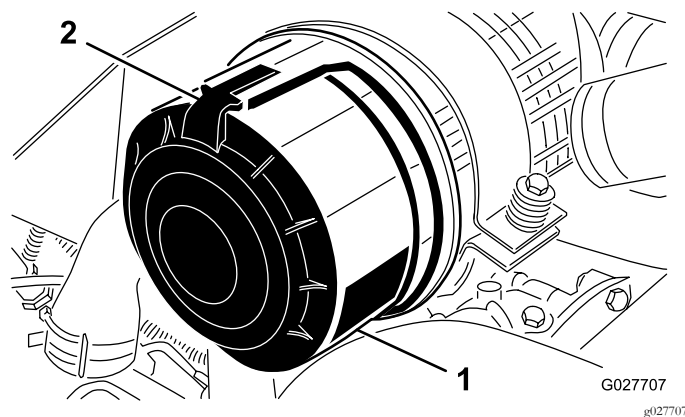

Bild 62
1. Lösen Sie die Laschen, mit denen die Abdeckung am Luftfiltergehäuse befestigt ist (Bild 62).